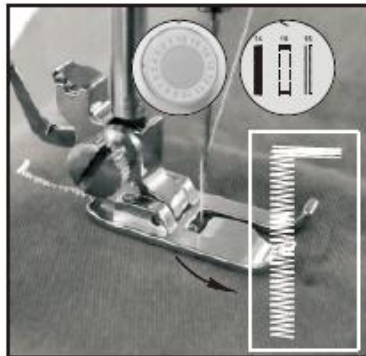

Fig. 16
- 3) Vælg det 7. sting, tænd på tænd/sluk-knappen, sy stoffet i en passende længde og sluk derefter på tænd/sluk-knappen. Bemærk, du skal prøve at holde syningen i en lige linje (fig.16).